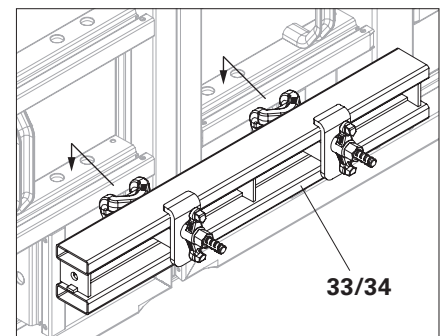

Fig. A5.08
2. Tighten nut (**33.2**). (Fig. A5.08)